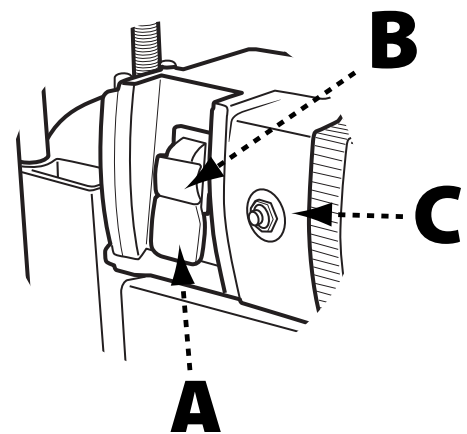

FIGURE 3
L'interrupteur ON/OFF (MARCHE/ARRÊT) (A), indiqué dans la figure 3, est situé à l'avant de l'armoire. Pour démarrer l'appareil (« ON »), mettez l'interrupteur en position haute. Pour éteindre l'appareil (« OFF »), mettez l'interrupteur en position basse.
1. Cet appareil est équipé d'une clé de sécurité (B), illustrée dans la figure 3, qui vous permet de verrouiller l'outil en position « OFF » (arrêt) lorsqu'il n'est pas utilisé.
Le DELTA® 22-555 est équipé d'un disjoncteur intégré (C), un dispositif de sécurité supplémentaire illustré dans la figure 3. Si le moteur subit une surcharge ou si une saute de puissance se produit pendant le fonctionnement de l'appareil, le disjoncteur s'enclenche et coupe ainsi l'alimentation de l'appareil.